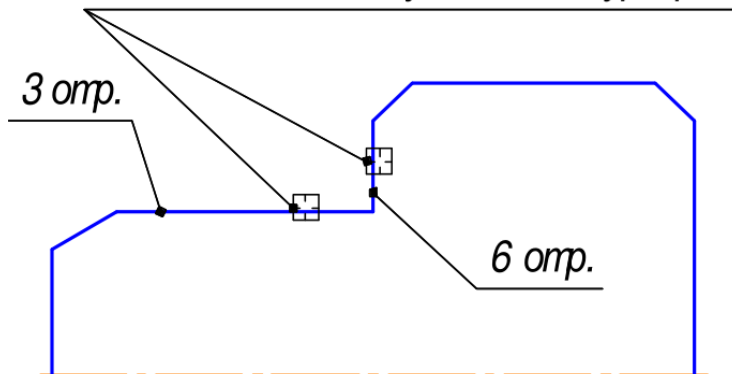

Рис. 98 – Последовательность построения скругления
9. Построение скругления. Для построения скругления R12, поступаем следующим образом на панели **Геометрия** выберем команду **Скругление**. В панели свойств введите радиус скругления 12 и на чертеже с помощью курсора укажите соответствующие отрезки, отр. 6 и отр. 3. Скругление построится автоматически (рисунок 98).